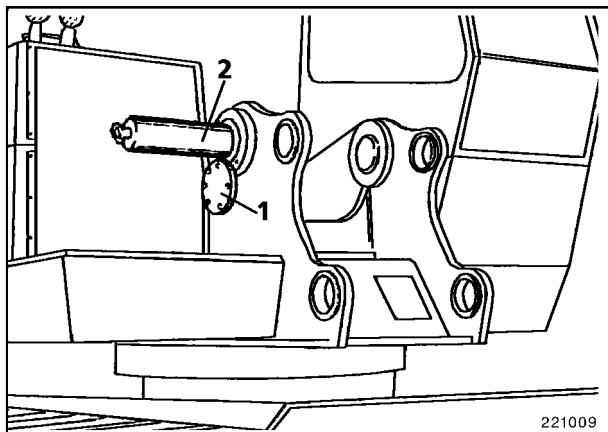

Fig. 1
- Soltar la tapa de alojamiento (1, Fig. 1) y sacar el perno del pie del pescante (2) por el tornillo con cáncamo.